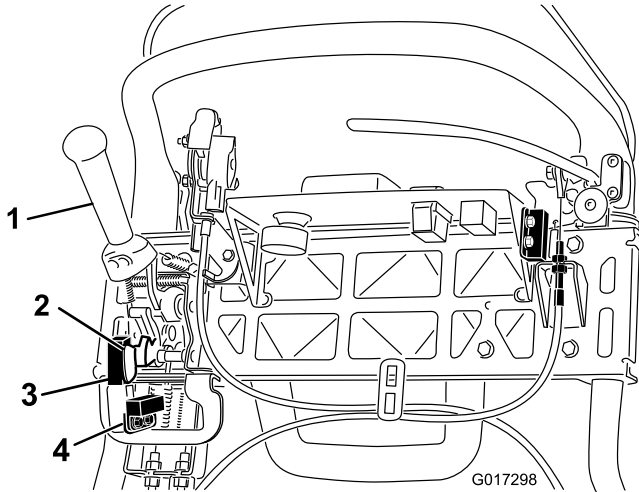

图39
4. 松开联锁开关紧固件(图39)。
5. 在牵引杆与联锁开关之间放入 1.6mm 厚的塞尺(图39)。
4. 松开剪草传感器紧固件(图39)。
5. 在剪草传感器旗与剪草传感器之间放入 1.6mm 厚的塞尺(图39)。